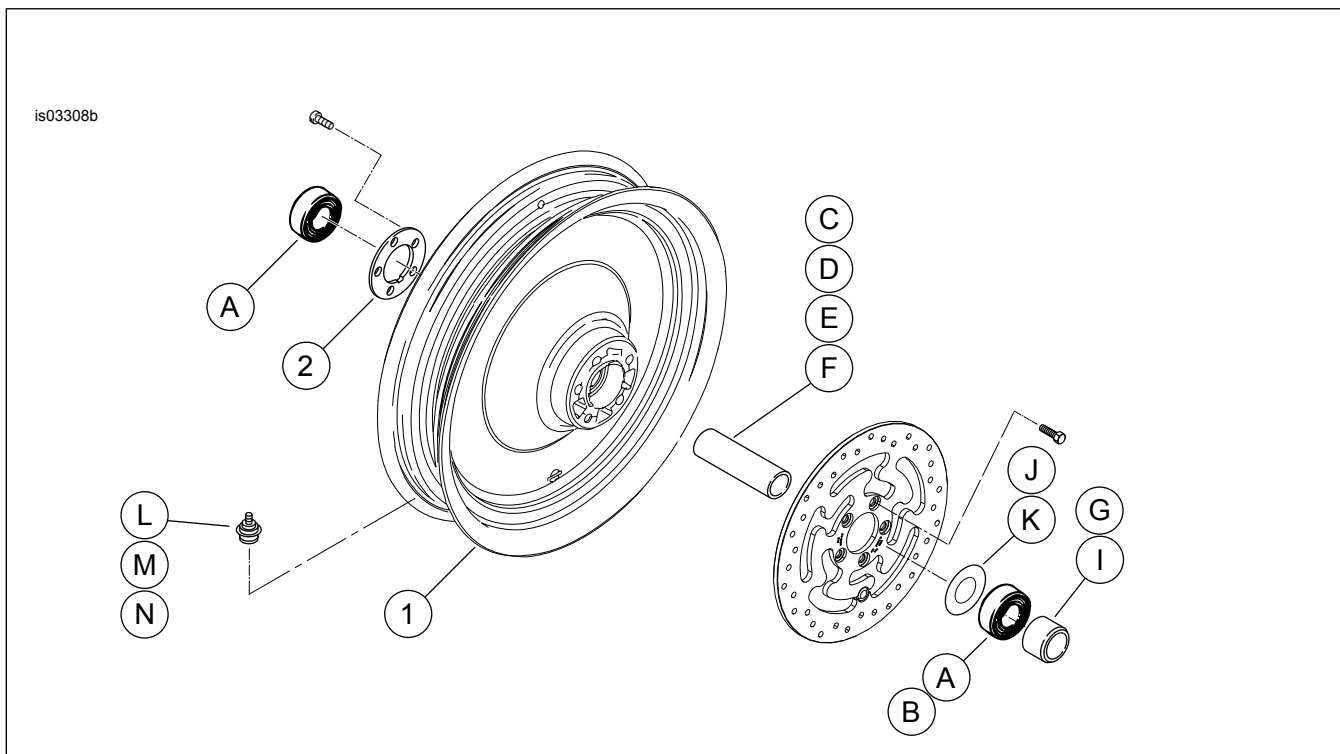

Figura 1. Parti di ricambio: Ruote anteriori a disco
2. Vedere Figura 1. Montare sulla ruota il gruppo dello stelo della valvola (L, M o N). Vedere PNEUMATICI nel manuale di manutenzione.